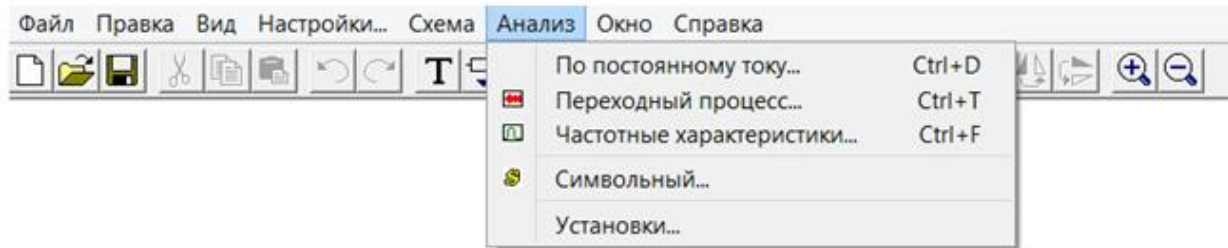
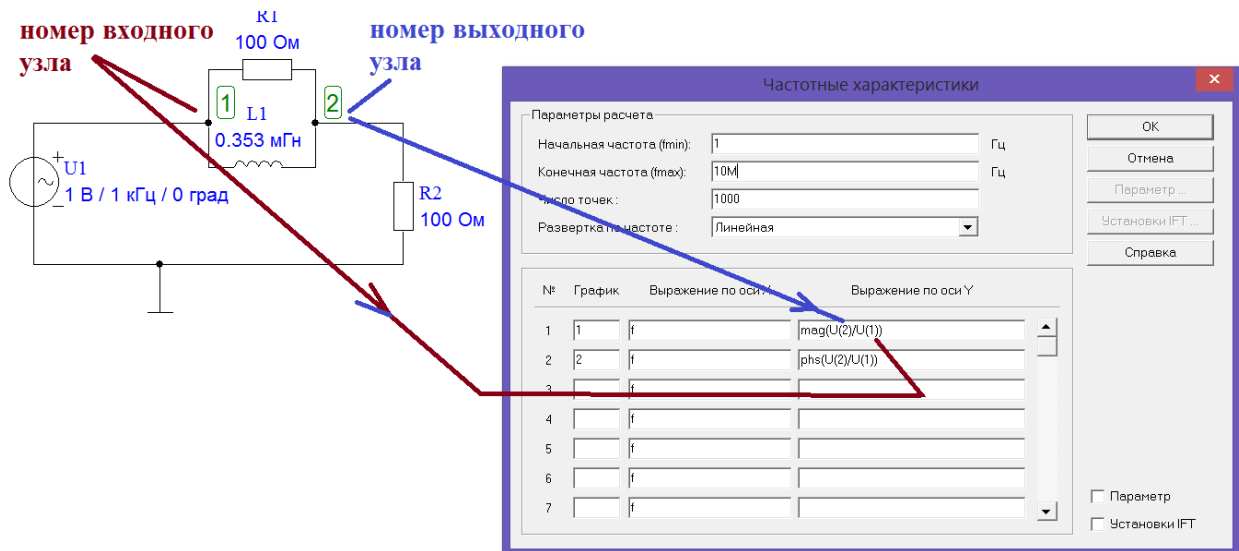

Рис. 1.1
Рис. 1.2
2.4. Рассчитайте частотные характеристики цепи в линейном масштабе и сохраните получившиеся графики. Для этого выберите в меню «Анализ» строку «Частотные характеристики» (рис. 1.1). Далее заполните таблицу анализа, как это показано на рис. 1.2.